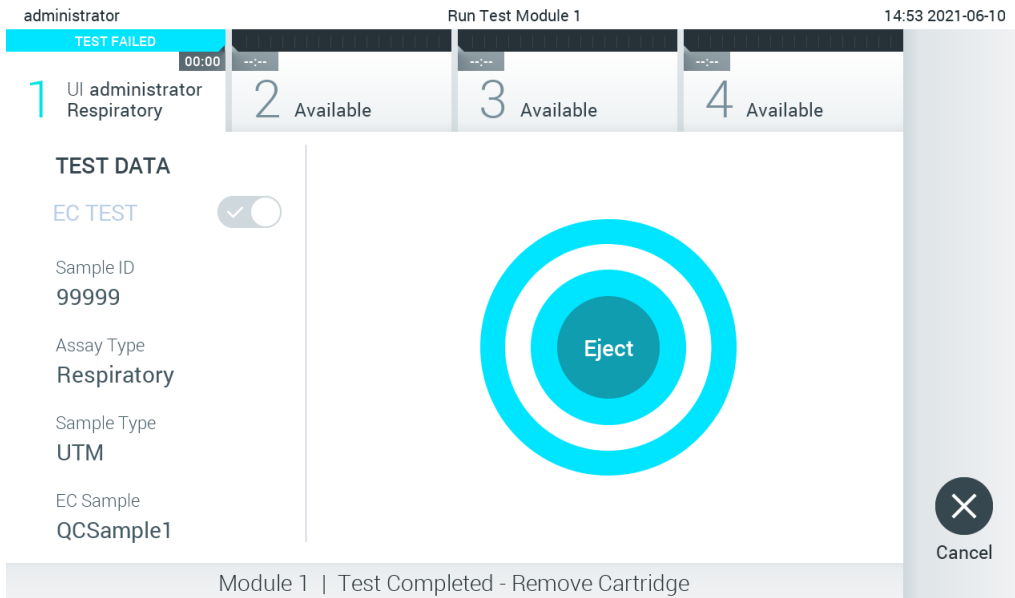

Рис. 95. Відображення екрана Eject (Вийняти).
11. Після завершення тесту з'явиться екран **Eject** (Виймання) (Рис. 95, наступна сторінка).